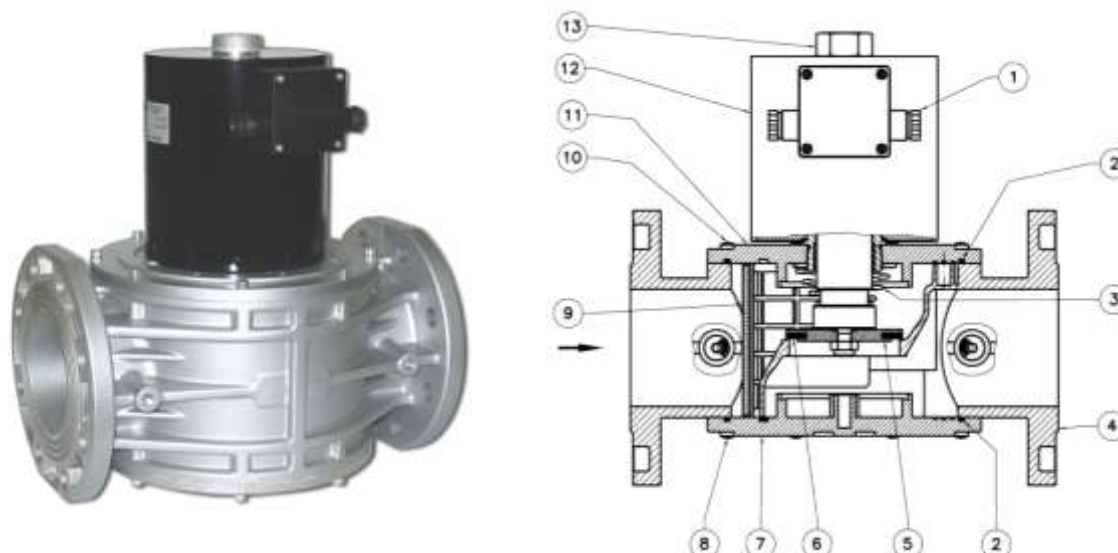

Рис. 3
Клапан рис. 3 состоит из: электрический коннектор (1); верхнее уплотнительное кольцо (2); пружина запирающего механизма (3); затвор (5); уплотняющая прокладка (6); нижняя панель (7); винты крепления нижней панели (8); фильтрующий элемент * (9); винты крепления крышки (10); крышка (11); электромагнитная катушка (12); гайка крепления электромагнитной катушки (13).